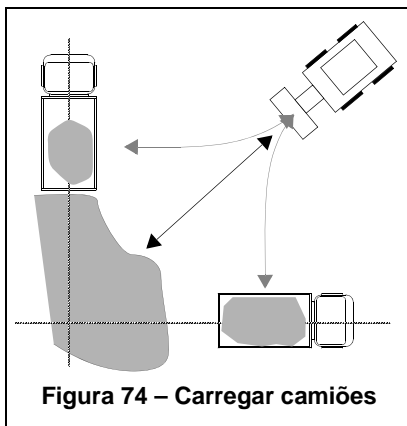

Figura 74 – Carregar camiões
- (Figura 74) A direção de trabalho do camião e da máquina devem formar um ângulo de 45°.